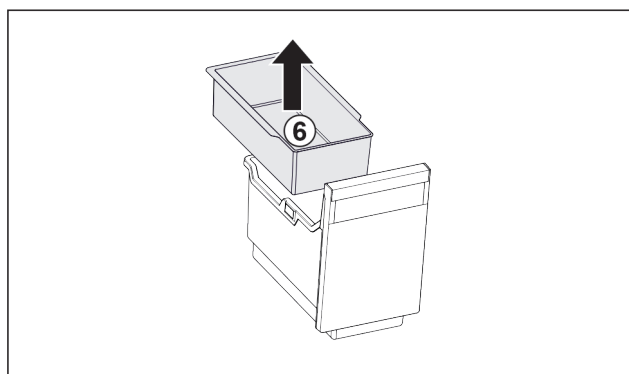

Fig. 140
- Vyjměte závěsnou misku Fig. 140 (6).